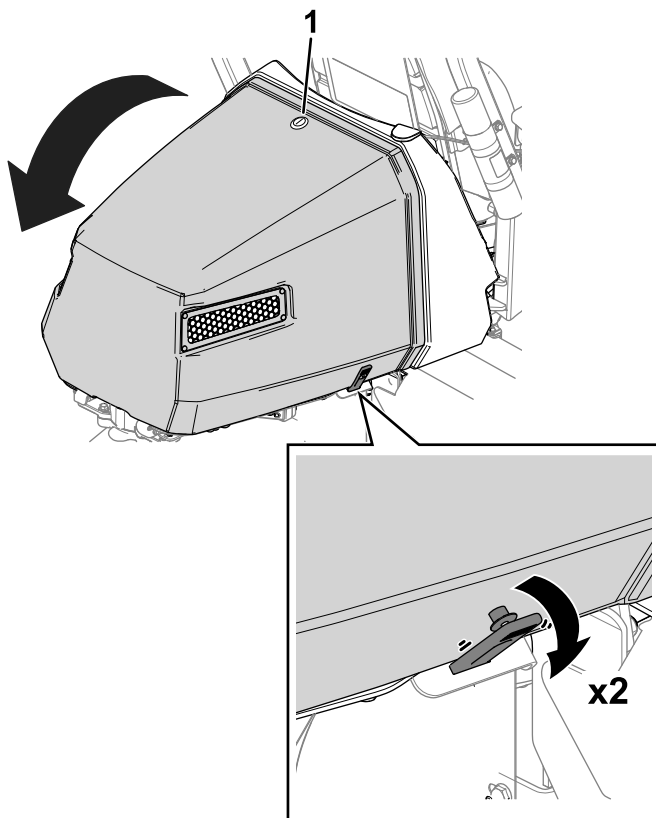

Figura 37
1. Solte o trinco do capot (Figura 37).
2. Liberte as correias de cada lado do capot (Figura 37).